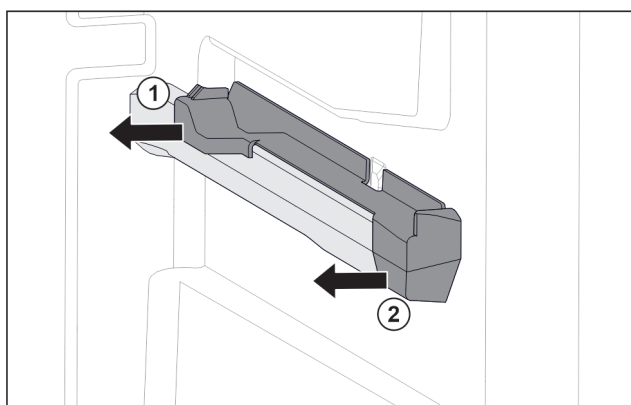

Fig. 149 Вставная часть на правом контейнерном ребре
- ▶ Отодвиньте вставную часть сзади в сторону. Fig. 149 (1)
- ▶ Отодвиньте вставную часть спереди в сторону. Fig. 149 (2)